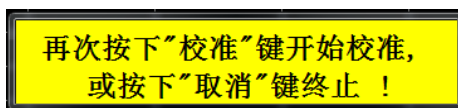

图3.31 校准提示
- 步骤6.** 按[校准]菜单键两次，进行校准。第一次按下[校准]菜单键时，会出现提示，要求再按一次。提示信息如图3.31所示：